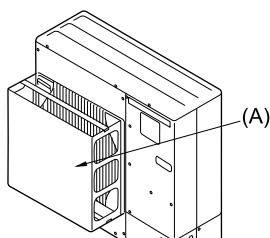
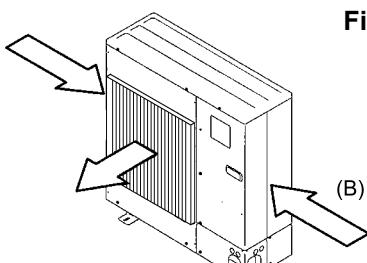

Fig. 2-4
Fig. 2-5
- (2) Installieren Sie eine als Sonderzubehör erhältliche Luftauslaßführung, wenn die Anlage an einem Aufstellort installiert ist, an dem die Gefahr besteht, daß starker Wind direkt in die Luftaustrittsöffnung bläst. (Fig. 2-4)
- (A) Luftauslaßführung
- (3) Bringen Sie die Anlage so an, daß die Abluft aus der Luftaustrittsöffnung im rechten Winkel zu derjenigen Richtung geführt wird, aus der saisonal bedingt starker Wind bläst. (Fig. 2-5)
- (B) Windrichtung